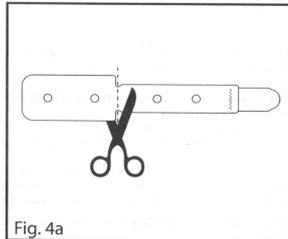

Fig. 4a
- Siehe Abb. 4a. Die Schaumstoffmanschette kann für kleinere Applikationsstellen, z. B. den Finger bzw. Zeh eines Kindes oder den Fuß bzw. die Hand eines frühgeborenen Säuglings, zugeschnitten werden.